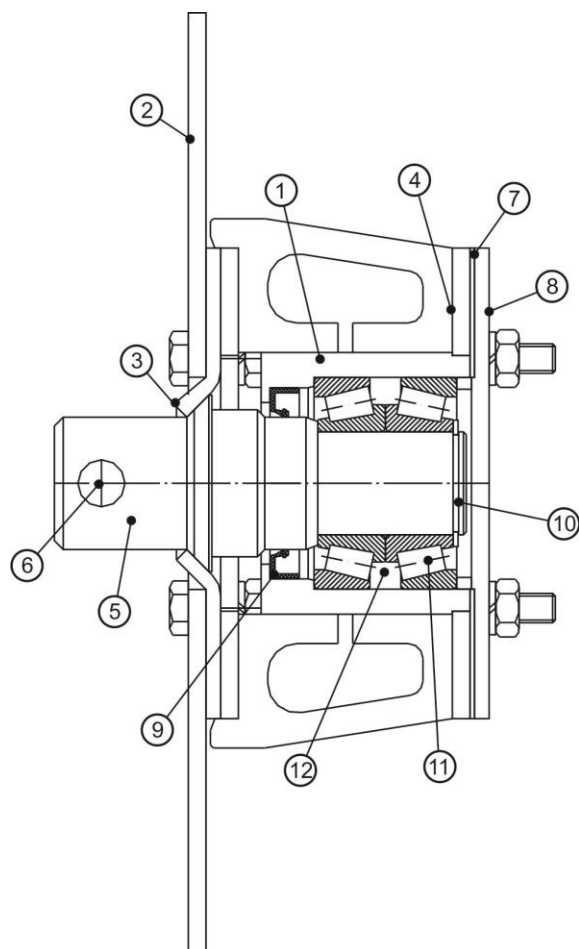

Рис. 14 Подшипниковая опора консольная
Подшипниковая опора консольная (Рис.14) винтового конвейера-питателя состоит из: корпуса (1), переднего фланца (2), резинового уплотнения (3), заднего фланца (4), приводного вала (5) с отверстием (6), прокладки (7), крышки (8), армированной манжеты 1.2 45 x 65 ГОСТ 8752 (9), стопорного кольца наружного 35 ГОСТ 1394 (10), подшипников 7507А ГОСТ 27365 (11). Пространство (12) между подшипниками (11) на $\frac{1}{2}$ своего объема заполнено смазкой ЛИТОЛ 24.